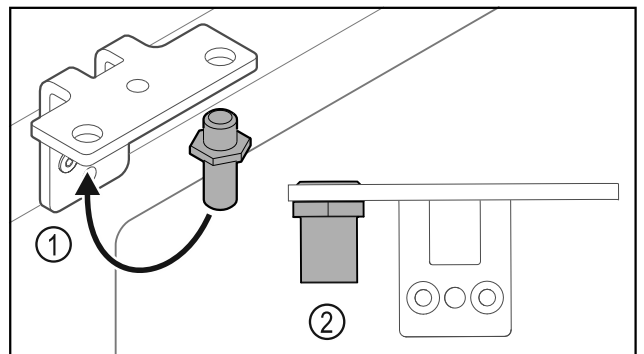

Fig. 31
- Ktheni bulonin Fig. 31 (1) në profilin e menteshës në anën tjetër.
- Shtërngoni bulonin Fig. 31 (2) me **momentin e rrotullimit prej 12 Nm.**